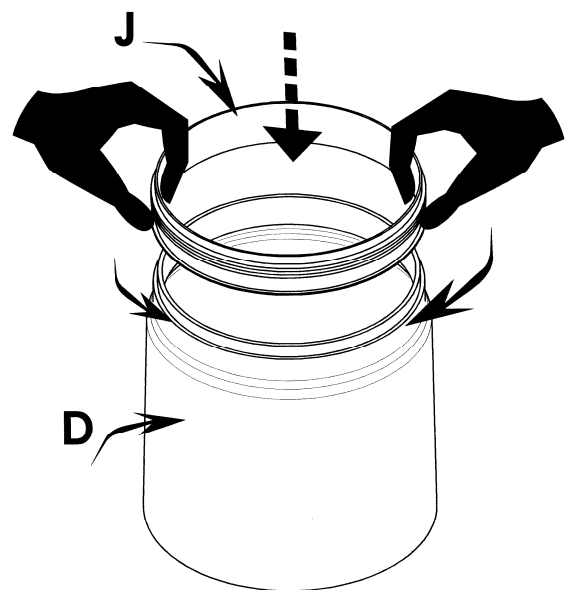

Abbildung 17
16.- Zum Aufsetzen des Behälters zunächst die Dichtung (**J**) des Behälters (**D**) einlegen und leicht von außen anfeuchten, um das Aufsetzen zu erleichtern (**Abb. 17**).